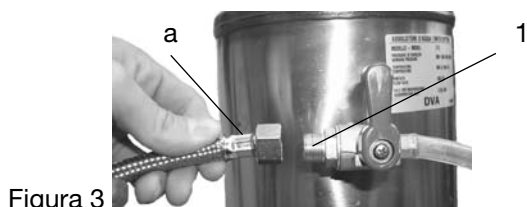

Figura 3
- 1) Utilizar o tubo **a** (de 900 mm, fornecido com a máquina) para ligar a válvula de corte da rede hídrica à torneira **1** de entrada de água no depurador (figura 3).